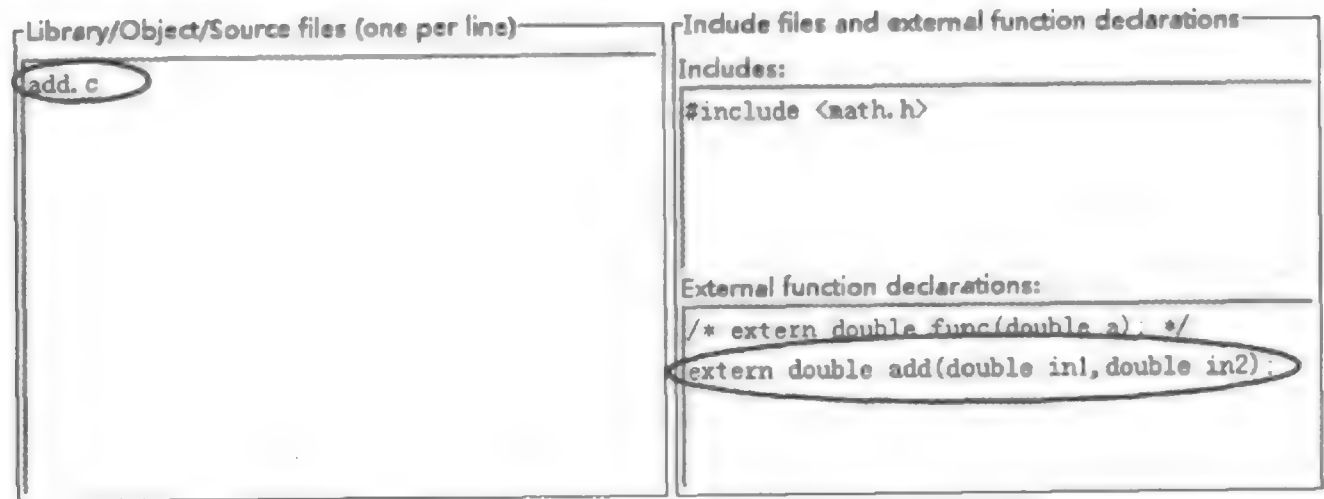

图 4.4.22 库文件界面
(4) 在库文件界面中的 Library/Object/Source files 区域输入 add.c, 在 external function declaration 区域输入 extern double add(double in1, double in2), 如图 4.4.22 所示。